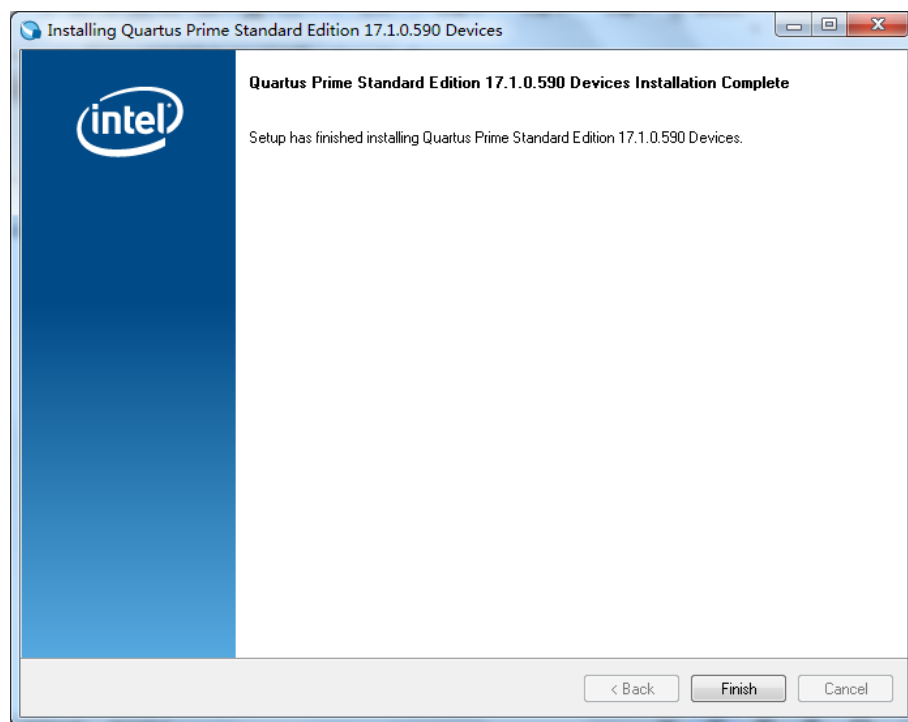

图 2.3.9 器件安装程序完成
(5) 器件安装完如图 2.3.9 所示，点击 Finish 完成安装。